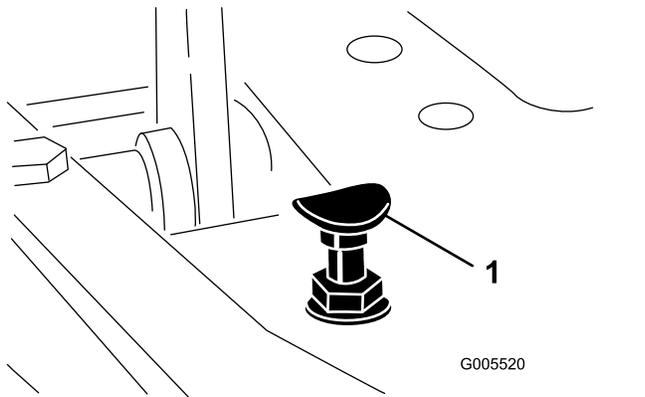

Figura 44
Para obter a velocidade máxima de locomoção, posicione a alavanca de controle funcional na posição de LOCOMOÇÃO e pressione o pedal de tração. Se o pedal atingir o batente (Figura 44) antes de haver tensão no cabo, siga o procedimento abaixo:
1. Mova a alavanca de controle funcional à posição de LOCOMOÇÃO e solte a contraporca de fixação do batente ao assoalho (Figura 44).